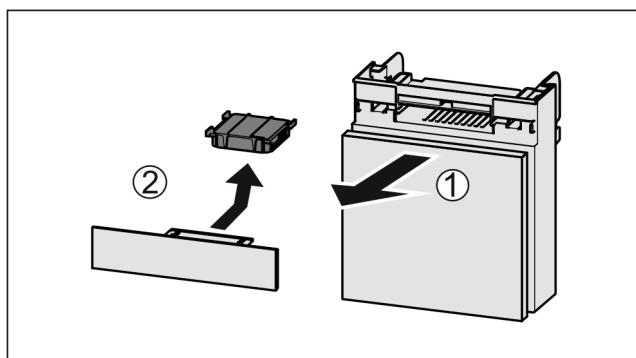

Fig. 34
- ▶ Estrarre il vano tirando in avanti Fig. 34 (1).
- ▶ Rimuovere il filtro a carboni attivi Fig. 34 (2).